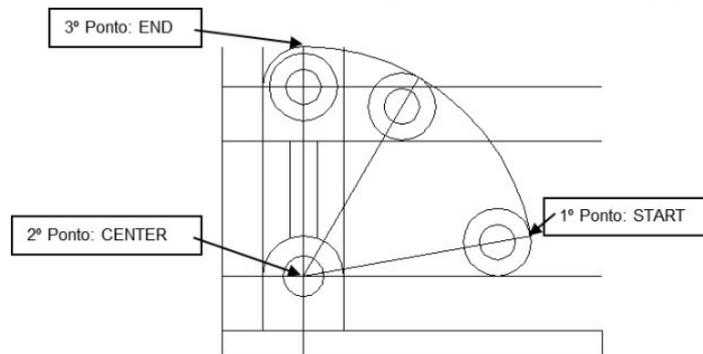

Figura 5 - Primeiro arco a ser traçado.
28. Mude para o *layer* **visíveis** e, utilizando o comando *ARC*, acesse pela barra de menus suspensos: Caminho: *DRAW – ARC – START, CENTER, END*) desenhe o arco de 80° (figura 5).